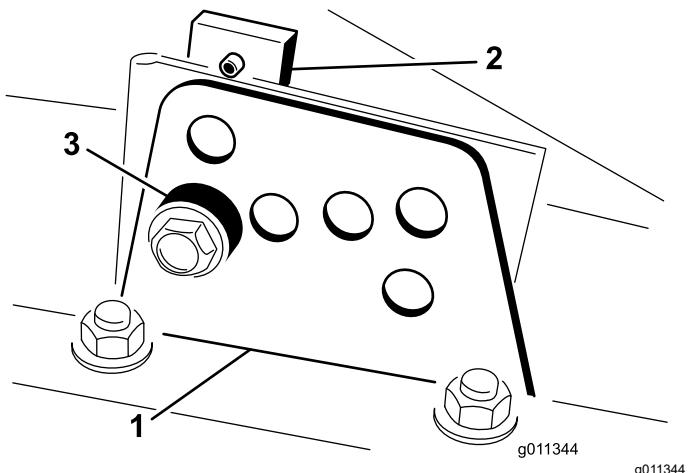

Figure 22
4. Tout en soutenant la chambre, déposez l'entretoise (Figure 22).
2. Desserrez le boulon qui fixe le support de hauteur de coupe à la plaque de hauteur de coupe (à l'avant et de chaque côté), comme montré à la Figure 22.